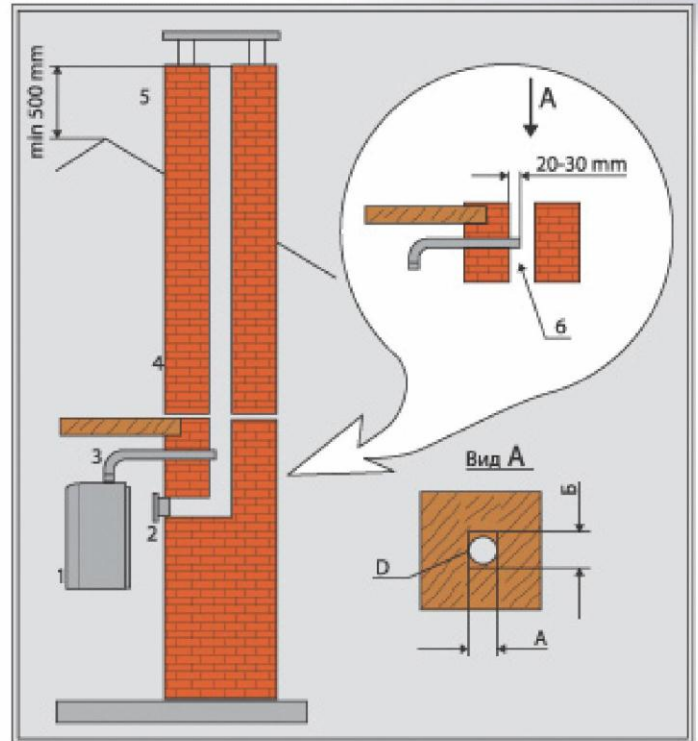

рис. 17
**2.** Конструктивное исполнение дымохода здания показано на рис.17